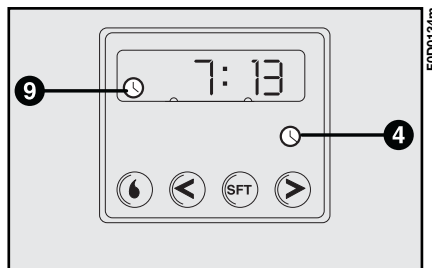

fig. 88
– Premere il pulsante **4**: si accenderà il display e la spia **9**-fig. 88.
Lettura dell'ora corrente fig. 88